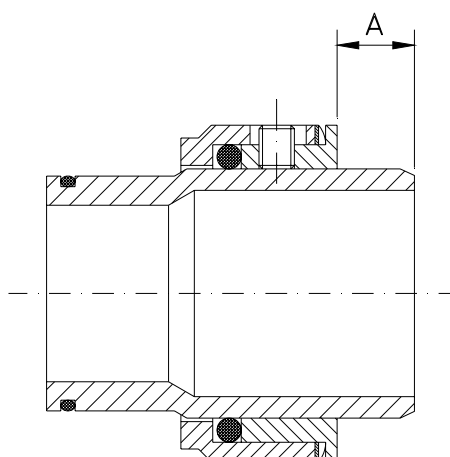

Figure 8.2
- En démontant le couvercle garniture -cartridge- (09) tel qu'indiqué au chapitre précédent, la partie fixe de la garniture (08A) sort du corps de la pompe. Cette face ne peut pas tourner simultanément avec l'arbre. Vérifier que la face de frottement et les joints toriques ne sont pas endommagés. La partie rotative de la garniture (08) reste logée dans l'enveloppe de l'arbre.
- Si les vis de l'anneau de réglage de la garniture mécanique sont desserrées, il faudra les réajuster à l'endroit approprié pendant le montage : voir figure 8.2 et tableau 8.2. La face rotative avec le joint torique et le ressort peuvent ensuite être mis dans l'enveloppe de l'arbre.